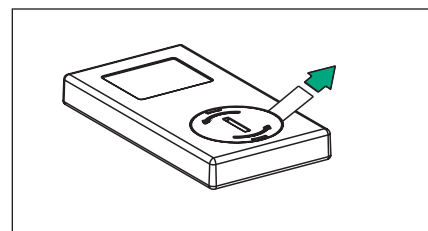

图1. 将无线遥控器的电池绝缘片取出
2. 将无线遥控器的电池绝缘片按图1所示的方式取出，绝缘片的作用是防止电池和遥控器在运输过程中发生接触。如不取出绝缘片，遥控器将无法工作。